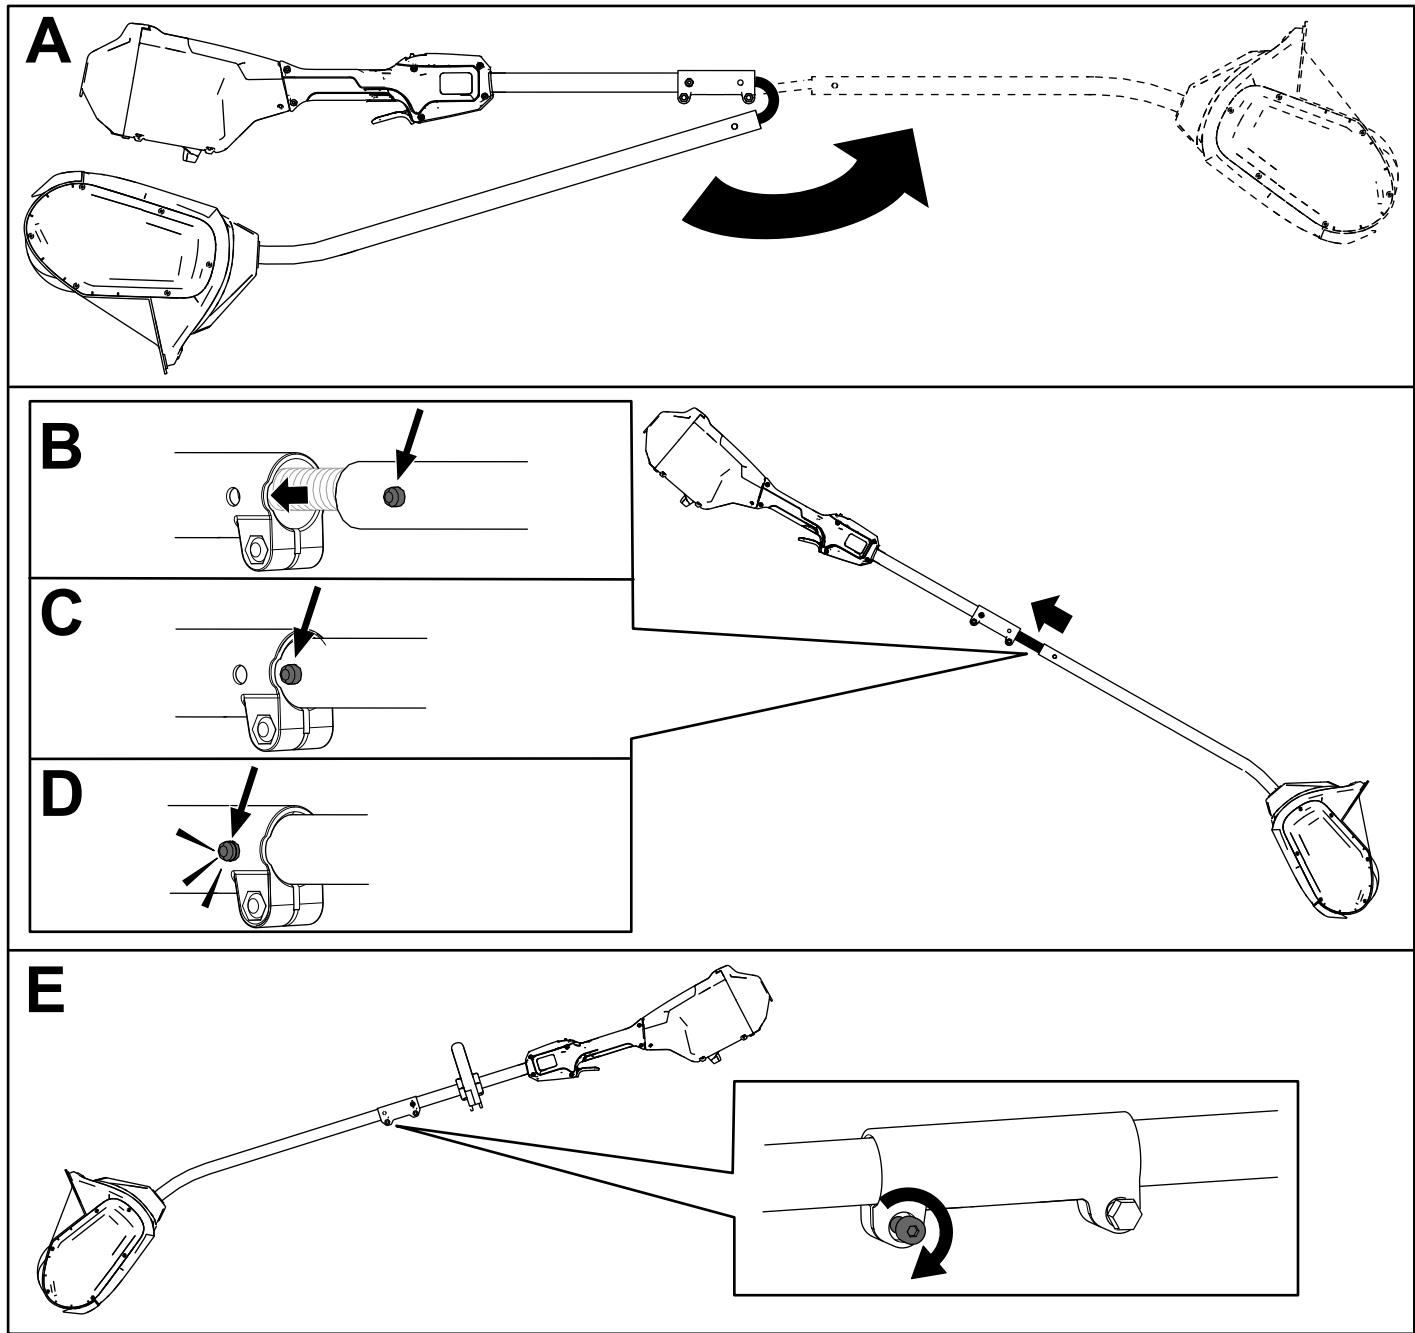

Рисунок 3
1. Разложите рукоятку (A на Рисунок 3).
2. Совместите фиксирующую кнопку на нижнем валу с прорезью на верхнем валу и сдвиньте 2 вала вместе (B и C на Рисунок 3).
Примечание: Фиксирующая кнопка защелкивается в прорези, когда валы закреплены (D на Рисунок 3).
3. С помощью шестигранного ключа затяните винт на соединителе вала до его фиксации (E на Рисунок 3).